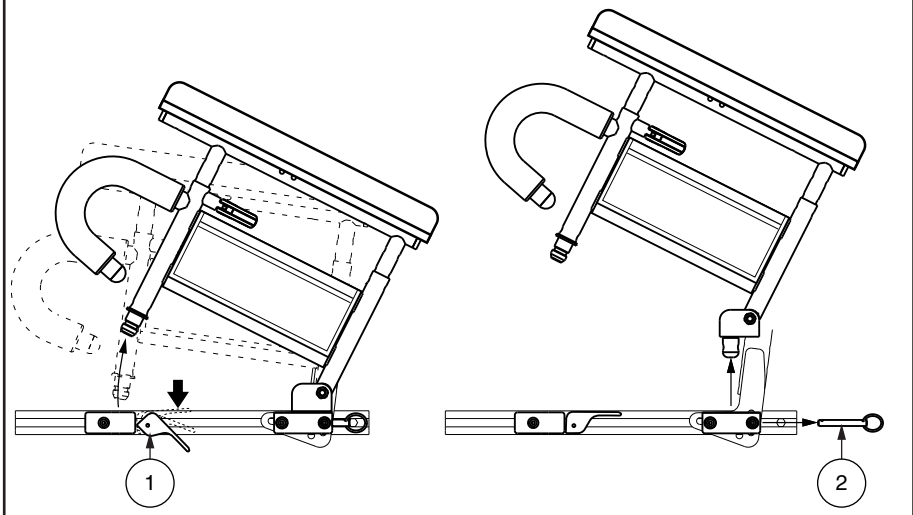

Figura 11. Instalación y extracción del reposabrazos de dos pies
En el reposabrazos de dos pies, la altura puede variar es 22.86-33.02 cm (9-13 pulgadas) en incrementos de 2.54 cm (1 pulgada). Dicho intervalo corresponde a la distancia que separa la parte superior del riel del asiento de la cima de la almohadilla reposabrazos. También puede plegar hacia arriba los reposabrazos o extraerlos para facilitar el traslado. **Ver figura 11.**
1. Empuje la palanca por resorte hacia abajo y tire hacia arriba de la parte frontal del reposabrazos. **Ver figura 11.**
2. Retire el pasador de detención de la parte posterior del asiento. **Ver figura 11.**
1. Coloque la parte posterior del reposabrazos en el receptáculo posterior del asiento e inserte el pasador. **Ver figura 11.**